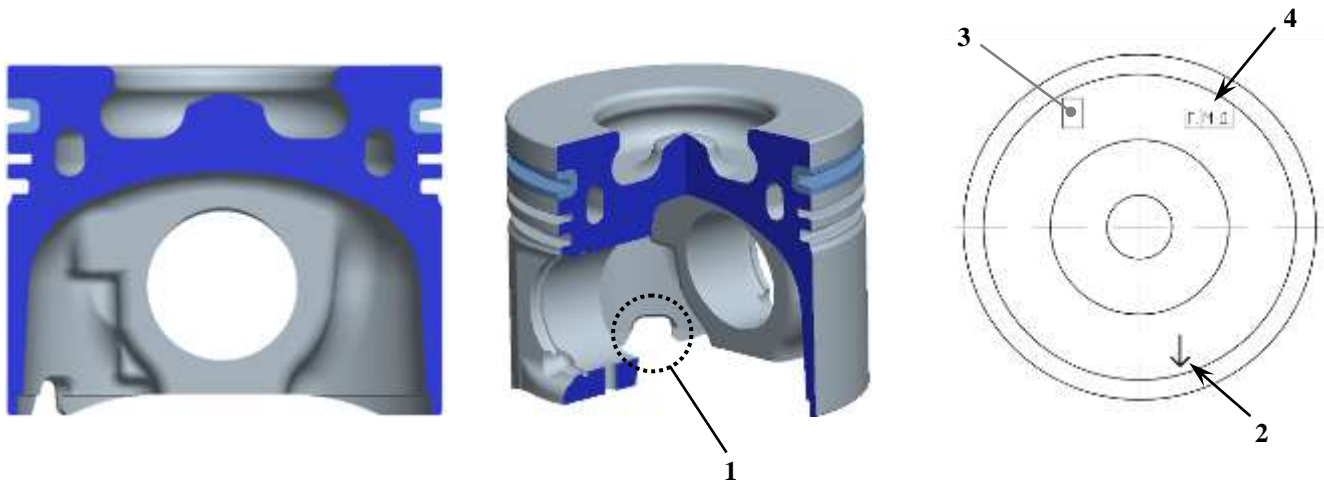

Рис.13. Поршень:
**Поршень (рис.13)** – отлит из специального алюминиевого сплава DM104. В головке поршня выполнены камера сгорания омега ( $\omega$ ) - образной формы и канал охлаждения. Масса поршня стандартного размера  $586 \pm 5$  г.
Поршни по диаметру юбки делятся на 3 размерные группы А, В и У. По диаметру отверстия под поршневой палец и массе поршни на размерные (весовые) группы не делятся. Маркировка размерных групп и стрелка-указатель ориентации поршня в блоке цилиндров выбиваются на днище (рис.13).